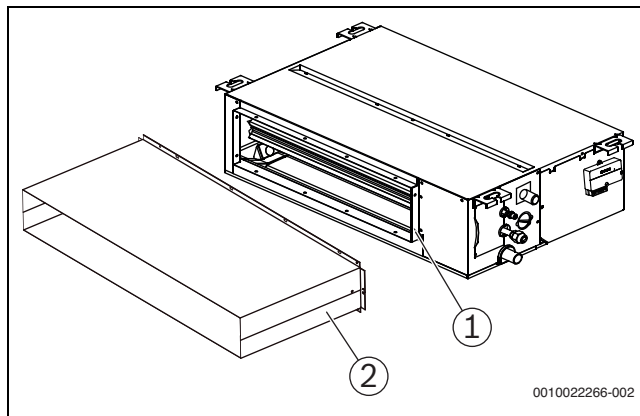

Fig. 4
- Atunci când panoul de evacuare a aerului este conectat la flanșa de evacuare a aerului de la nivelul corpului unității prin intermediul difuzorului metalic de aer, asigurați-vă că suprafața de contact din tablă este etanșată și izolată corespunzător cu ajutorul unui burete (→ Fig. 4).